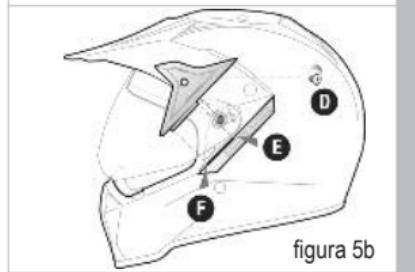

figura 5b
Poner la visera en el mecanismo de modo que el asiento de rotación (G), esté introducido en el anillo de rotación (H). Colocar la cubierta sobre la visera hasta hacer encajar el orificio de la cubierta con el que se encuentra sobre la calota (D figura 5b). Introducir el tornillo B en el orificio y proceder a su apriete. Proceder a volver a montar el cárter exterior teniendo cuidado de encajar los puntos de unión inferior y superior en los asientos correspondientes. Repetir la operación en el lado opuesto. Una vez terminado el montaje controlar que la visera esté firmemente unida al casco, que gire libremente y que se para correctamente en las posiciones de parada efectuando repetidamente algunos movimientos de apertura y cierre. **Si estas condiciones no se produjese y el mecanismo de rotación de la visera no funcionara correctamente, abstenerse de usar el casco y dirigirse exclusivamente al personal autorizado de Suomy.**